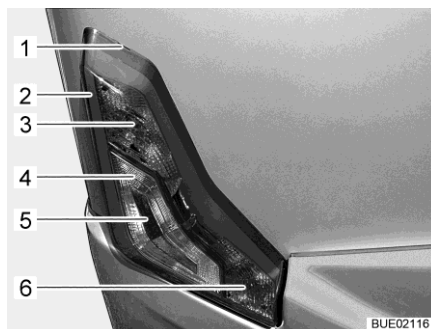

Bild 296 Beleuchtung Heck
- Flaches Werkzeug in Kerbe (Bild 296,1) stecken und Gehäuse vorsichtig abhebeln.